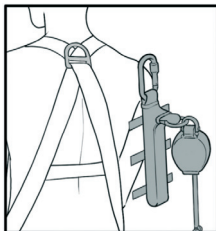

fig.1
1. Ustawić zaczep DSL2 w taki sposób, aby zamknięcia Velcro dotykały pasów upręży, pozostawiając zestaw amortyzacyjny w położeniu skrajnym (rys. 1).